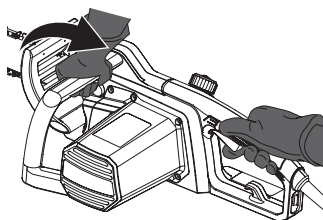

Imagen 18
- > Agarre la empuñadura frontal [1] con su mano izquierda. Su pulgar y sus dedos deben rodearla. Agarre la empuñadura posterior [18] con su mano derecha. Su pulgar y sus dedos deben rodearla (imagen 18).